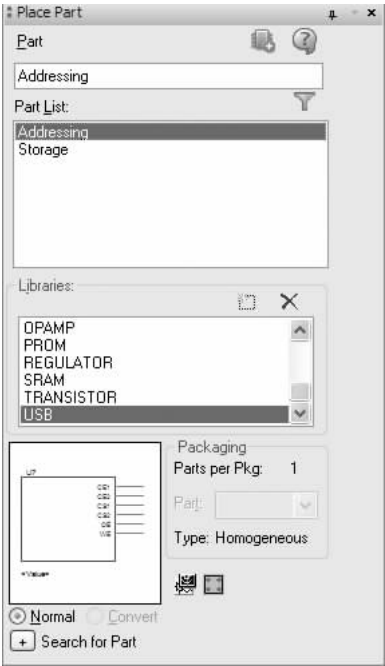

图 6-266 “Place Part（放置元件）”面板
2) 双击图页 CPU，进入原理图编辑环境。在“Place Part（放置元件）”面板“Library（库）”选项组下显示系统自动加载的转换层次块元件，并保存在与当前项目文件名称同名的元件库中，如图 6-266 所示。